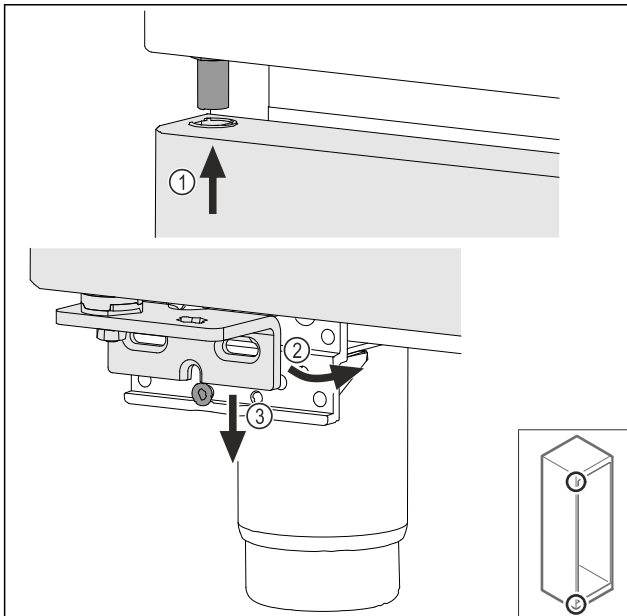

Fig. 49
- ▶ Зачепити двері зверху під нахилом Fig. 49 (1), вирівняти двері прямо Fig. 49 (2) і знизу встановити на гвинт Fig. 49 (3) опорного кронштейну.